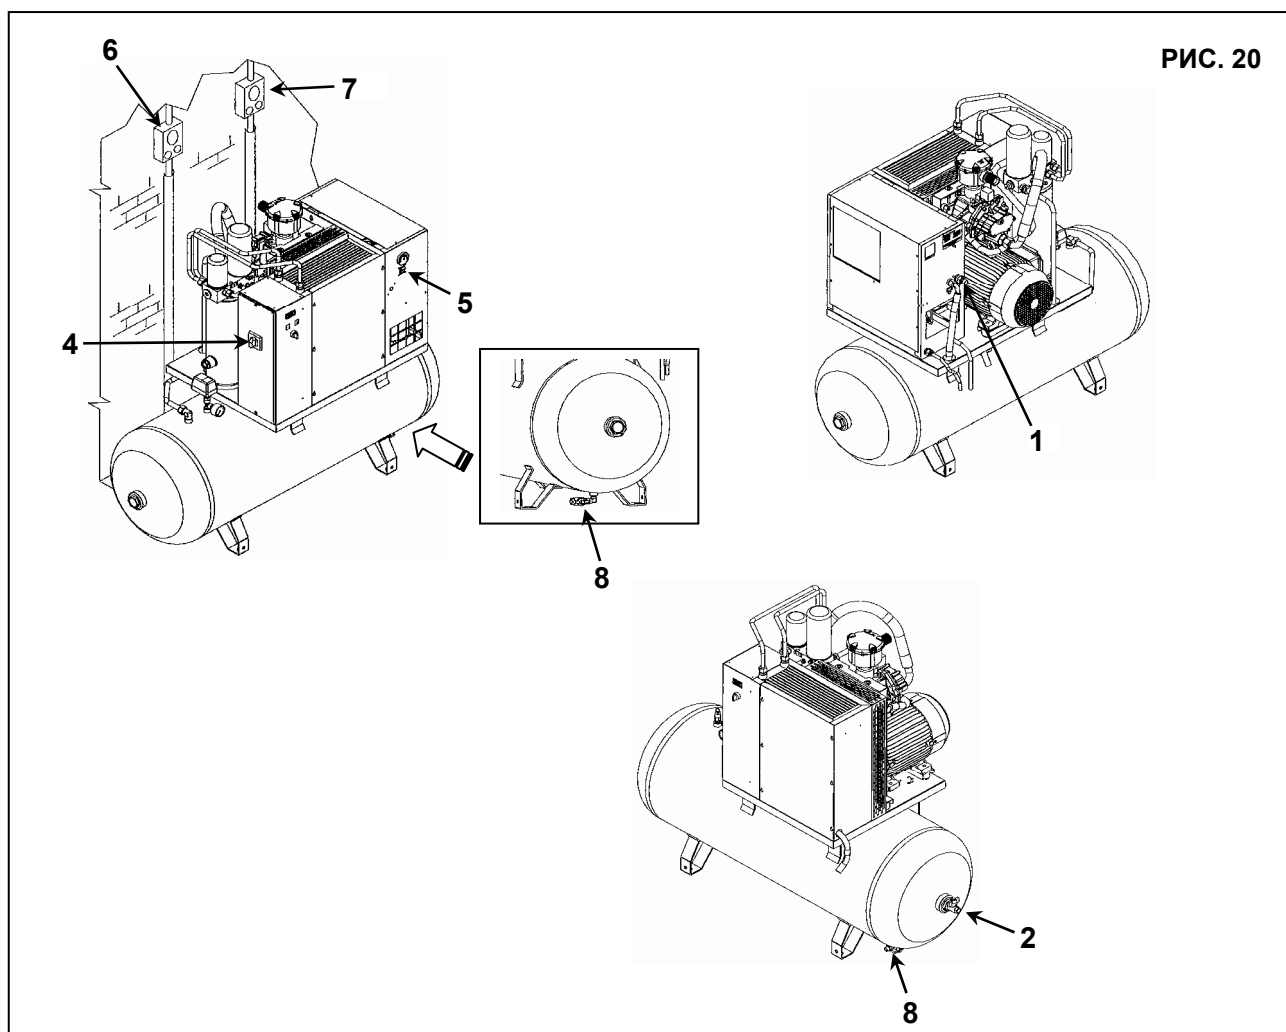

РИС. 20
- Закройте кран, поз. 1 и поз. 2, Рис. 20.
- Сбросьте давление в осушителе и резервуаре, открыв клапан выпуска конденсата, поз. 8, Рис. 20.
- Выключите установку, переведя разъединитель, поз. 4, Рис. 20, в положение "OFF".
- Нажмите кнопочный выключатель поз. 5, Рис. 20 (при его наличии на осушителе).
- Закройте краны, поз. 8, Рис. 20 снова после полного сброса остаточного давления воздуха.